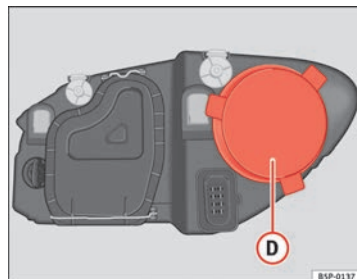

Fig. 187 Feux de position
- Retirez le cache ⇒ fig. 187 **D** en tirant dessus.